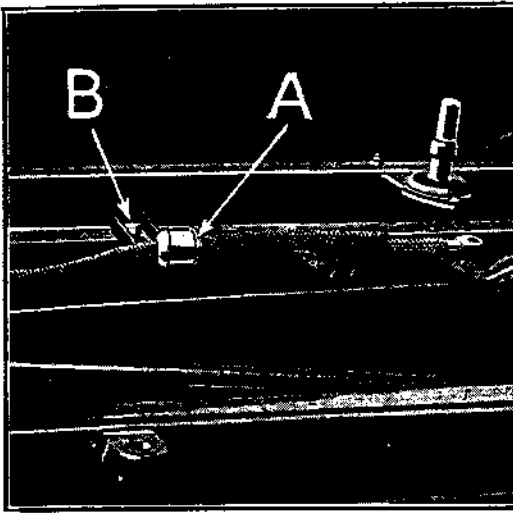
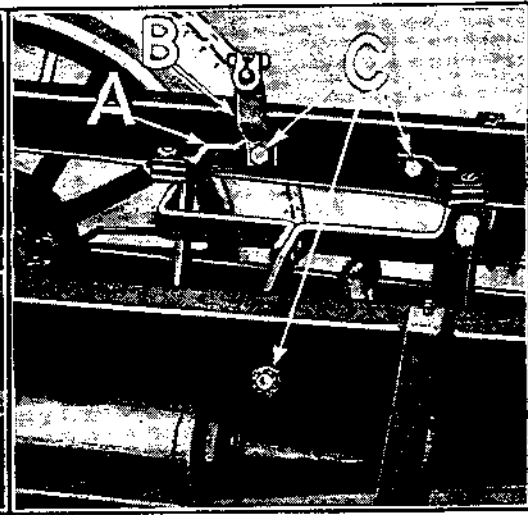

Fig. 45
Fig. 46
- e) Retirer le câble batterie-interrupteur par le passage de câble (voir A, fig. 45), enlever le support du câble en démontant son boulon B. Démontez le support de la batterie (voir A, fig. 46) et la connexion de masse B en dévissant ses trois boulons de fixation C.